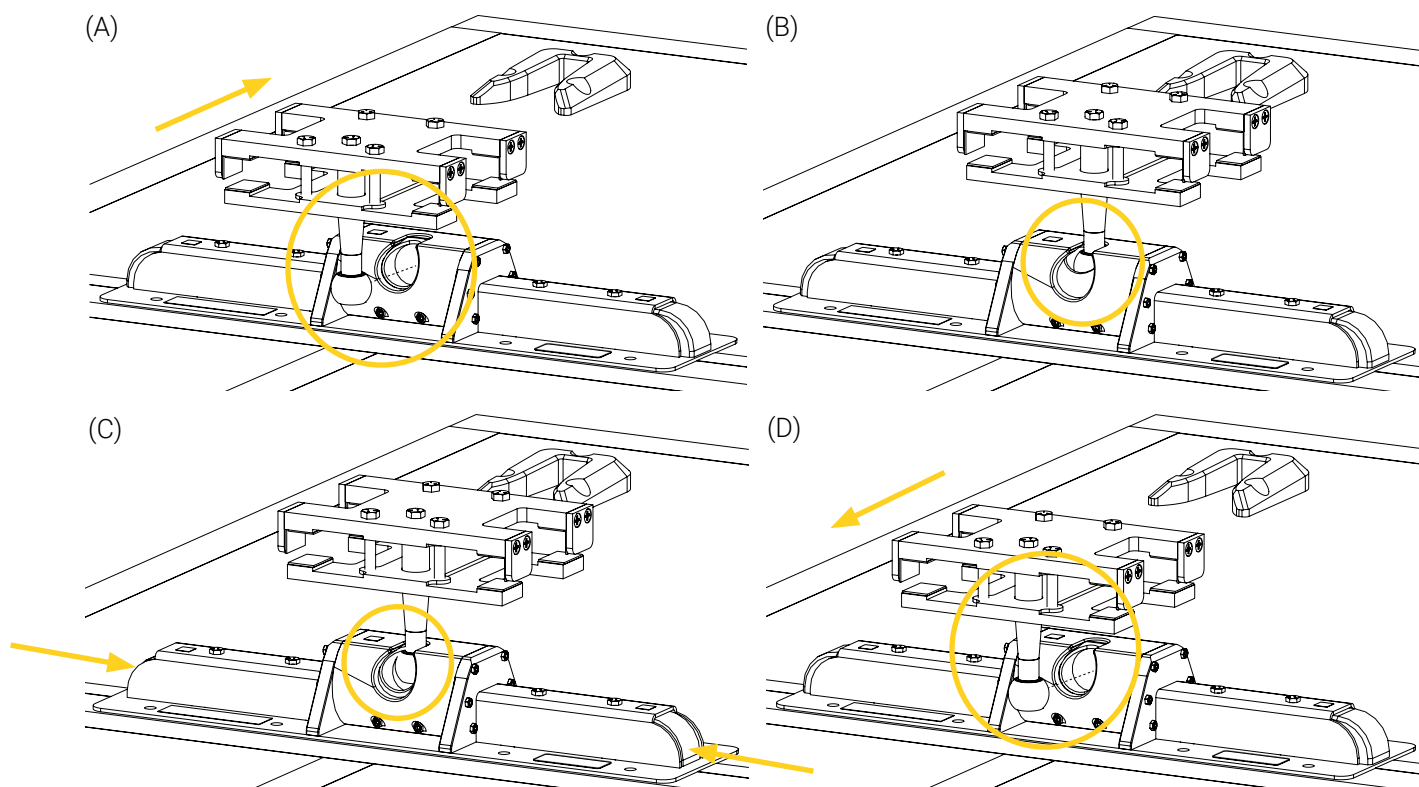

Figure 15: Verrouillage/déverrouillage du AnchorMed
- **Pour verrouiller le AnchorMed** : Aligner et insérer les roues de la civière dans les Guides de roue au sol à l'aide des autocollants d'alignement. Pousser la civière dans le système d'ancrage jusqu'à ce que la Tige d'attelage côté pied de la Fixation pour civière AnchorMed s'insère dans l'Ancre au sol de la Fixation au sol AnchorMed (Figure 15 A) et fasse basculer le verrou-poussoir à baril dans la position verrouillée. Au son du clic, la civière est sécurisée (Figure 15 B).
- **Pour déverrouiller le AnchorMed** : Pousser vers l'avant et maintenir enfoncé les Commandes au pied à déclenchement rapide de l'Ancre au sol simultanément en utilisant la technique d'opération à deux (2) personnes requise pour déverrouiller le mécanisme de verrou-poussoir à baril et libérer la Tige d'attelage côté pied de l'Ancre au sol (Figure 15 C), puis tirer la civière hors du système d'ancrage (Figure 15 D).